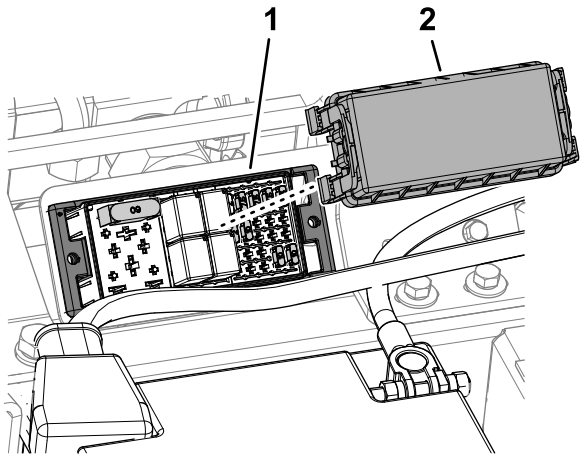

Figura 61
- 2. Retire la tapa del bloque de fusibles (Figura 61)
- 5. Instale la tapa del bloque de fusibles (Figura 61).